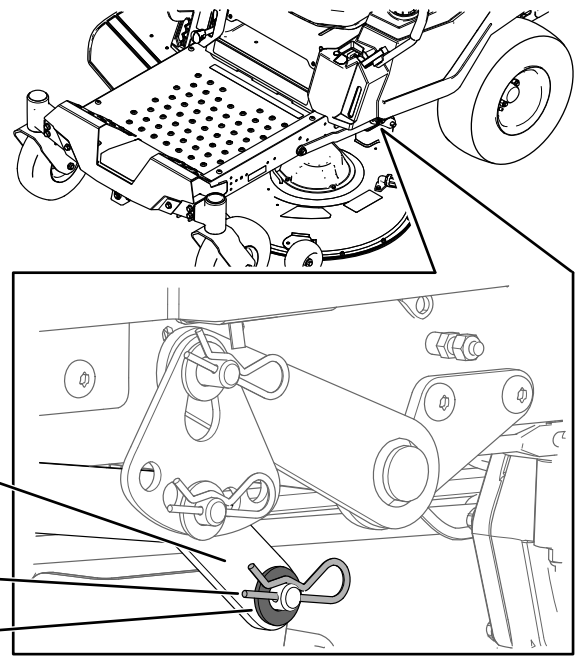

Figura 65
6. En un lado de la máquina, retire la arandela y la chaveta del pasador de la carcasa (Figura 65).
7. Retire el brazo de elevación del pasador de la carcasa (Figura 65).
de elevación en el pasador de la carcasa (Figura 65).
6. Instale el brazo de elevación usando la arandela y la chaveta (Figura 65).